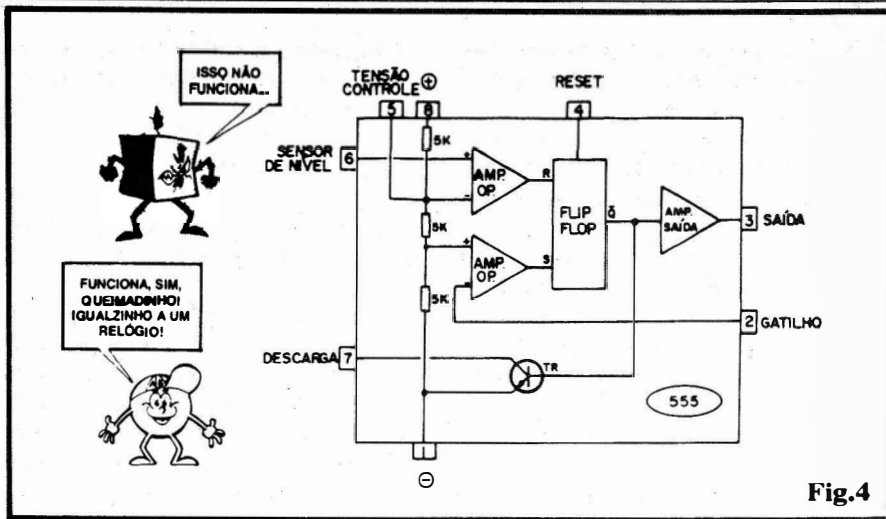

Fig.4
- FIG. 4 - “O QUE TEM LÁ DENTRO” - O QUE OS PINOS
- **Pino 5** - Acesso para Tensão externa de controle. Observem, no diagrama da fig. 4, que através desse pino podemos “interferir”, externamente, no divisor de Tensão interno (três resistores de 5K, em totem...), de modo a modificar os valores “vistos” pelas entradas dos dois Comparadores de Tensão internos (Amp.Ops.). Nem sempre esse acesso de controle é utilizado - na prática... Entretanto, em alguns arranjos MONOESTÁVEIS ou ASTÁVEIS, de precisão, podemos utilizar o dito pino 5 para ajuste fino da temporização ou Frequência, respectivamente...